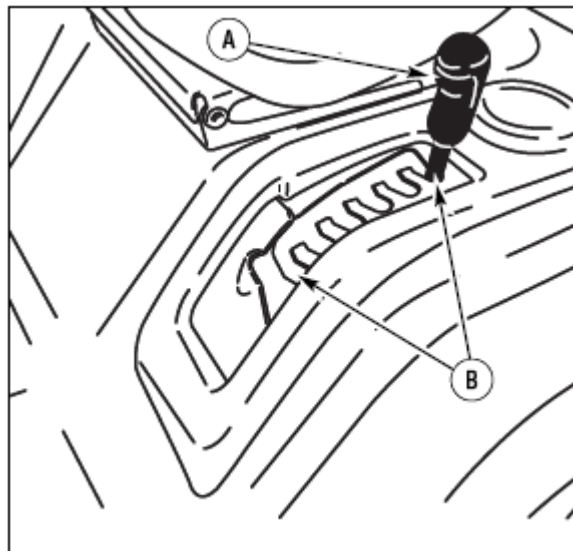

Рис. 33:
2. Выполните стрижку небольшого ровного участка, чтобы проверить равномерность и высоту стрижки. Запомните номер положения высоты (рис. 33).